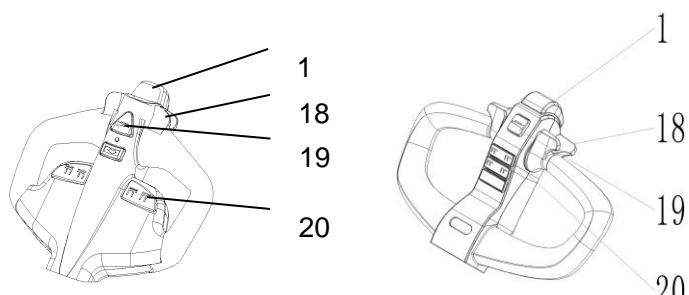
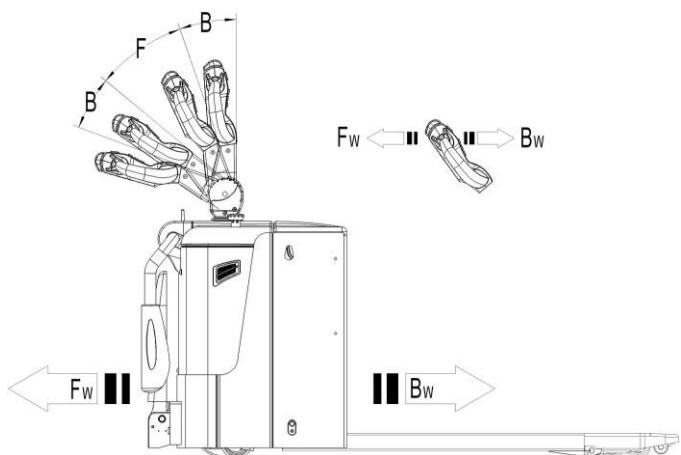

Рис. 7: Ручка управления
Рис. 9: Направление движения
Нажмите на кнопку (рис. 7, поз. 19) для проверки работы звукового предупреждающего сигнала.
Для осуществления подъема груза необходимо полностью подъехать под паллет с грузом, нажать и удерживать кнопку подъема (рис. 7, поз. 20), пока не будет достигнута нужная высота подъема
Для опускания вил нажмите и удерживайте кнопку снижения (рис. 7, поз. 20). Опускайте груз, пока вилы не освободятся от паллета, затем аккуратно переместите тележку от груза
После того, как произведен запуск тележки, переведите ручку управления в рабочее положение («F», рис. 9).
Отклоните маховики управления в нужном направлении «вперед» («Fw», рис. 9) или «назад» («Bw», рис. 9). Контролируйте скорость передвижения с помощью маховиков (рис. 7, поз. 18) для достижения требуемой скорости.
- Переключение маховиков управления (рис. 7, поз. 18) обратно в начальное положение или освобождение маховиков активирует систему торможения. Тележка тормозит до полной остановки.
- При переключении маховиков управления (рис. 7, поз. 18) из положения «движение в одном направлении» в положение «движение в противоположном направлении», тележка постепенно тормозит, пока не начнет движение в противоположном направлении.
- Тележка тормозит, если ручку управления перевести в верхнее или нижнее положение к точкам торможения («B», рис. 9). При отпусканье рукоять управления автоматически возвращается в верхнее положение к точке торможения («B», рис. 9). Тележка будет тормозить, пока не остановится.
- Кнопка противоотката (безопасности) (рис. 7, поз. 1) защищает оператора от получения повреждений и травм. Если эта кнопка включена, тележка притормаживает и/или начинает движение в противоположном направлении («Bw», рис. 9) на небольшое расстояние и останавливается. Необходимо помнить, что эта кнопка действует, даже если тележка не едет, но ручка управления находится в рабочем положении.